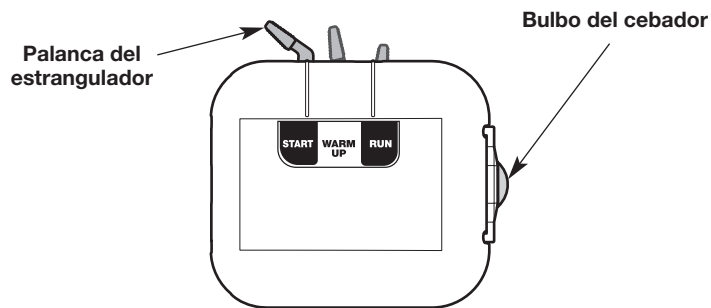

Fig. 4
1. Presione y luego suelte el bulbo del cebador lentamente **10 veces** (Fig. 4). Si no puede ver combustible en el bulbo del cebador, oprima y suelte el bulbo del cebador hasta que se vea combustible.
2. Coloque la palanca del estrangulador en la posición **START** (arranque) (Fig. 4).
6. Coloque la palanca del estrangulador en la posición **WARM UP** (calentar) (Fig. 4).
9. Coloque la palanca del estrangulador en la posición **RUN** (funcionamiento) (Fig. 4). Deje que el motor se caliente 60 segundos más. Se puede usar la unidad durante este período.